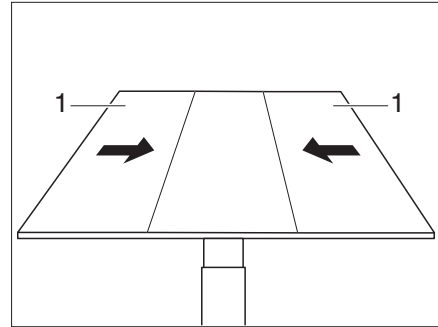

Fig. 106 Empujar las partes laterales a la parte central
- Empujar las partes externas (Fig. 106,1) de la mesa a la parte central.